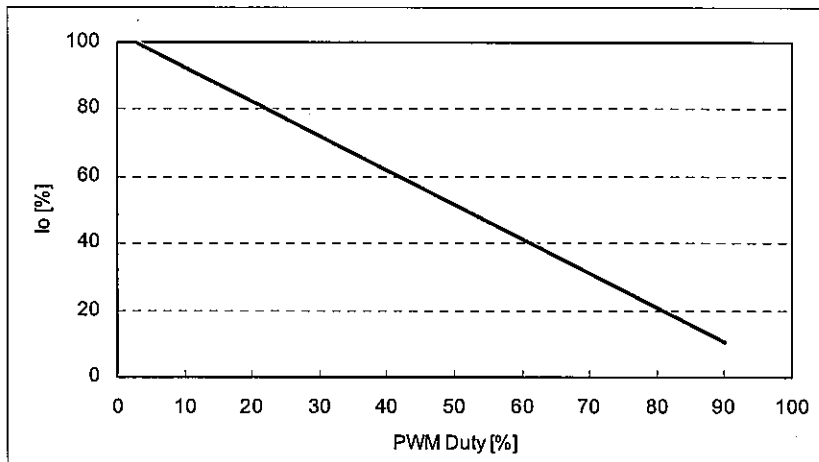

Fig.3 PWM Duty - I_o (Ta=25°C)
- Fig.3 は PWM Duty - I_o 特性の代表データです。
- Fig.3 is representative data of PWM Duty - I_o characteristic.